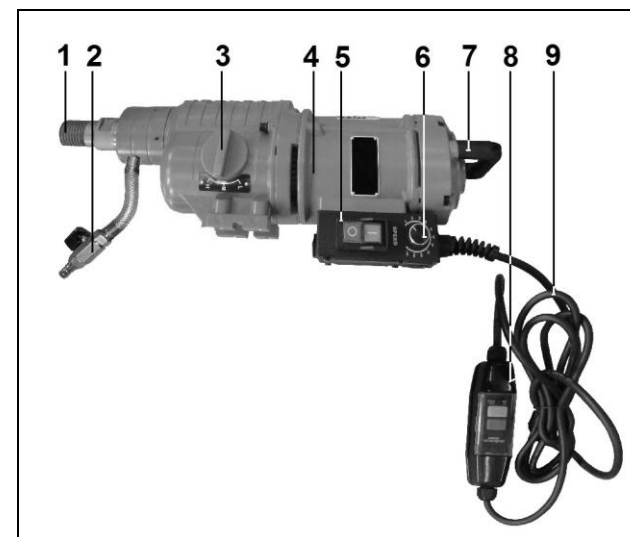

Рис. 4. Энкор ДАЭ-3 355Э (Арт. 48138)
7.1.1. Проведите внешний осмотр инструмента. Вверните в отверстие дрели узел подачи воды (2) (Рис. 4).